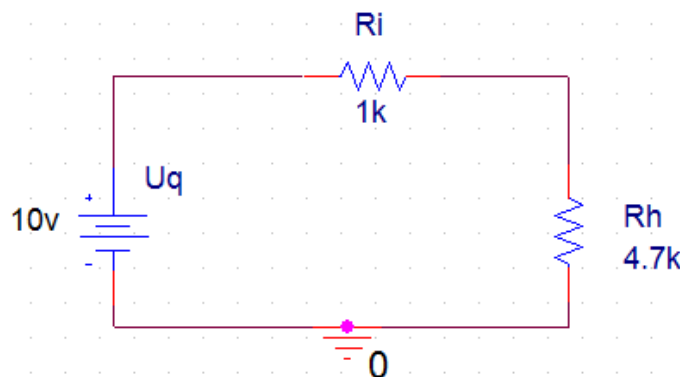
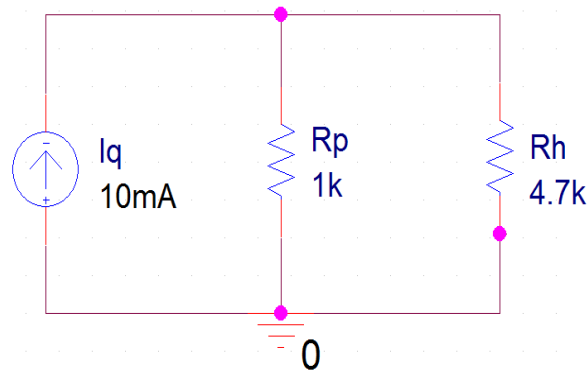

Рисунок 6.26 – Джерело напруги з внутрішнім опором $Ri = 1(\text{кОм})$ і вихідною напругою $Uq = 10(\text{В})$; опір навантаження $Rh = 4,7(\text{кОм})$
Рисунок 6.29 – Джерело струму з паралельним резистором R_h
37. Складіть схему джерела напруги з напругою $Uq = 10(\text{В})$ і внутрішнім опором $Ri = 1(\text{кОм})$ (рис. 6.26) та збережіть її в робочій теці під ім'ям $U_I.sch$.
40. А тепер створіть в редакторі *OrCAD Capture* схему еквівалентного за значенням джерела струму з паралельним опором $R_p = 1$ (кОм) і струмом $I_q = 10$ (мА). Використайте при проектуванні цієї схеми джерело струму типу *IDC* з бібліотеки *Source.olb*. Поверніть джерело струму на 180° (при позиціонуванні двічі натисніть комбінацію клавіш *Ctrl+R*), щоб струм міг проходити через резистор навантаження R_h зверху вниз (рис. 6.29). Збережіть схему під ім'ям *I_U.sch*. В результаті, джерело струму і джерело напруги, зображені на рис. 6.26, мають бути еквівалентні за значенням.